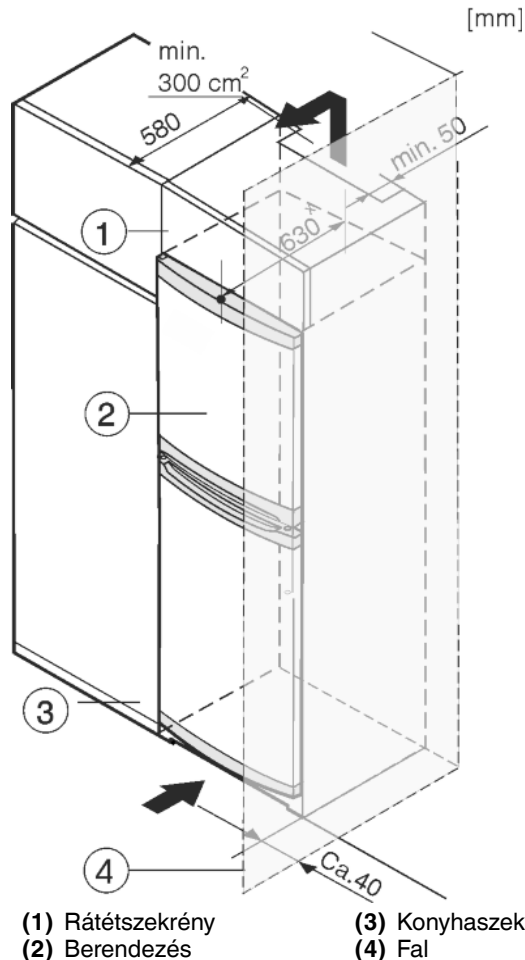

Fig. 8
- (1) Rátétszekrény (3) Konyhaszekrény
(2) Berendezés (4) Fal
A készüléket körbe lehet építeni konyhaszekrényekkel. Rá lehet szerelni egy rátétszekrényt *Fig. 8 (1)*, hogy a készüléket *Fig. 8 (2)* a konyhabútorok magasságához igazítsa.
Ha a berendezést (max. 580 mm mélységű) konyhaszekrényekkel építi körül, akkor közvetlenül a konyhaszekrény *Fig. 8 (3)* mellett is felállíthatja. A készülék oldalirányban 34 mm x, a közepétől pedig 50 mm x távolságban nyúlik túl a konyhaszekrény előlapjához képest.
Mikor a berendezést a csuklópántokkal egy fal *Fig. 8 (4)* mellett állítja fel, akkor a berendezés és a fal közti távolság legalább 40 mm legyen. Ez nyitott ajtó esetén megfelel a fogantyú túlnyúlásának.